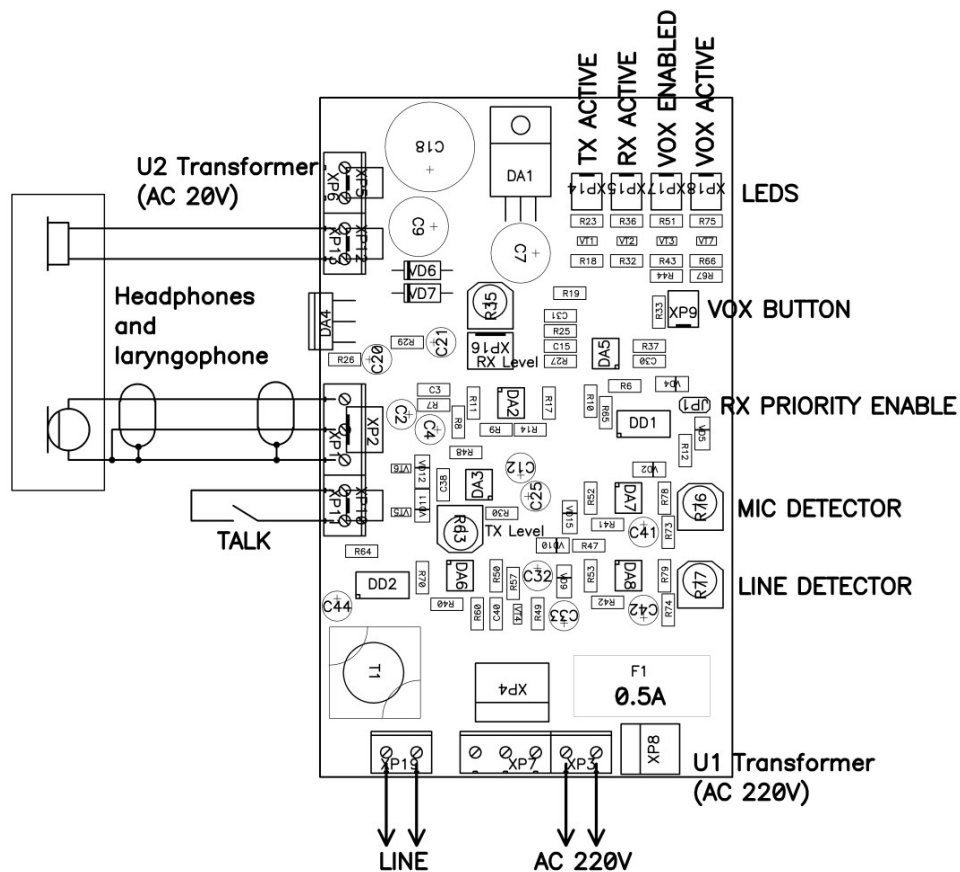

Рисунок 2 – назначение клеммников, разъемов и регулировочных элементов на печатной плате ПГС-15-100Ш
Режим приоритета включается при помощи установки переключки JP1 на печатной плате устройства (см. рис. 2). Светящийся индикатор «RECEIVER ACTIVE» означает наличие входящего сигнала, и невозможность перехода на передачу в данный момент времени.
2.2.4. Подключить шлемофон или другую гарнитуру согласно рис. 2.
Рекомендуется использовать кабель с двумя жилами в экране. Соединение экрана с одним из балансных входов необходимо делать на стороне перехода неэкранированного кабеля от ларингофонов к экранированному удлинителю (см. рис. 2).